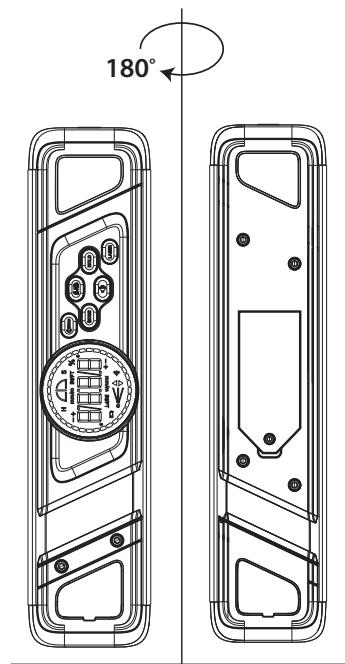

Рис. 4
- Поверните прибор на 90°, а затем нажмите кнопку (3). Надпись CAL3 начнет мигать, а затем превратится в CAL4.
- Не перемещая прибор, поверните его на 180°, а затем нажмите кнопку (3). Надпись CAL4 начнет мигать. Когда надпись CAL4 исчезнет с дисплея (8), вертикальная калибровка будет завершена (рис. 4).